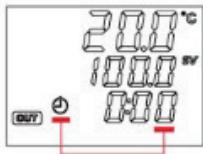

Рисунок 8
- 8.3.1. Нажать кнопку «ТАЙМЕР», при этом на дисплее замигает значок таймера и текущее значение времени нагрева (Рисунок 8).